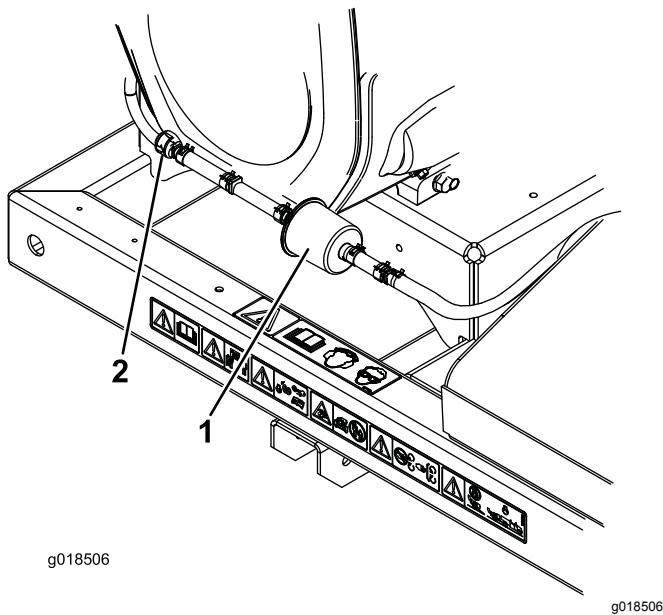

Figura 20
3. Retire y deseche el filtro de carbón (Figura 20).
4. Instale un filtro nuevo en el tubo con la flecha del filtro apuntando hacia la válvula de retención, y sujételo con las abrazaderas (Figura 20).